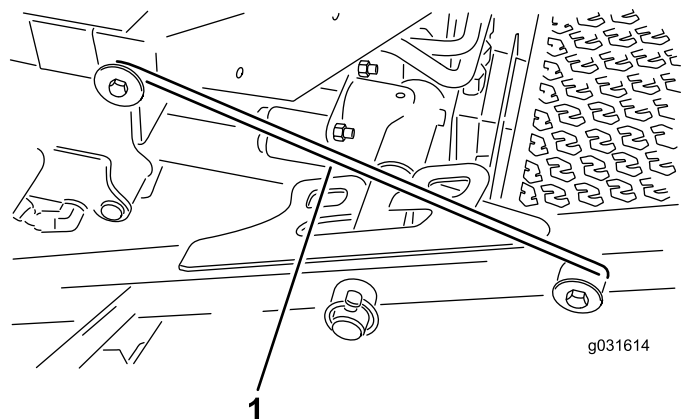

図 32
4. 前側キャリアフレームリテーナからラッチのロッドを外す 図 32。
5. 前カッティングユニットの外側を持ち上げ、運転台前部のフレームについているピンにラッチを掛ける 図 32。